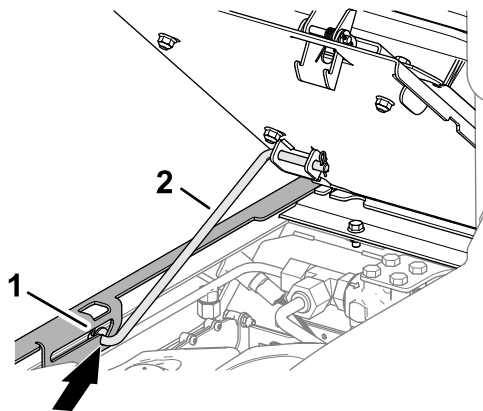

Bild 97
3. Vergewissern Sie sich, dass die vordere Stützstange in der Schlitzraste der Sitzhalterung sitzt (Bild 97).